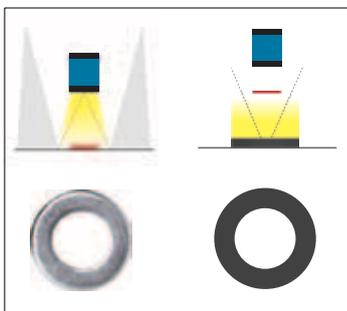

Abbildung 3: Hintergrundbeleuchtung
- **Hintergrundbeleuchtung**, basiert auf dem Schattenprojektionsprinzip und ermöglicht schärfere und kontrastreichere Konturen. Objekt = schwarz, Licht = weiß (Abbildung 3).